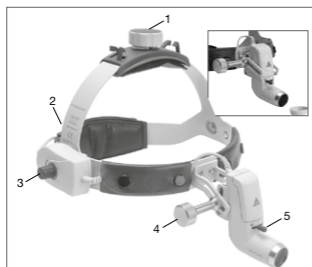

Fig. 4 Bandeau Professional L
Réglage du **bandeau Professional L (voir Fig. 4)** : Pour modifier la taille du bandeau, tourner les molettes en haut (1) et à l'arrière (2) pour élargir ou diminuer le tour de tête.